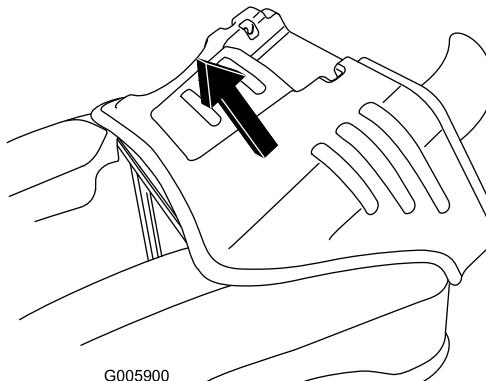

Figura 25
6. Agarre a parte da frente e de trás do capot do motor e eleve o capot do motor para fora da estrutura (Figura 25).